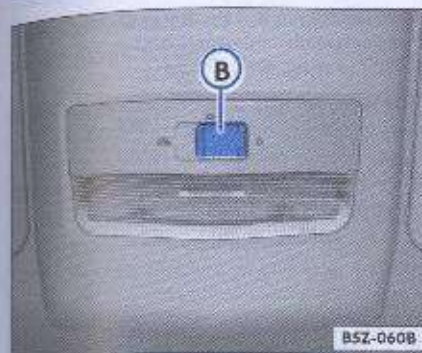
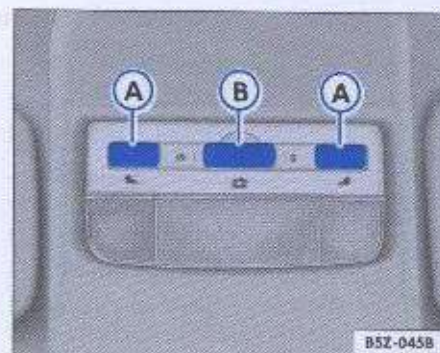

Fig. 68 Linterna interna simple
Fig. 69 Linterna interna con temporizador y luz de lectura
Posicione el interruptor ⑥ en la posición 0 → fig. 68 o → fig. 69 para apagar permanentemente la luz interna.
Posicione el interruptor ⑥ en la posición ☼ → fig. 68 o → fig. 69 para mantener las luces internas permanentemente encendidas.
Posicione el interruptor ⑥ en la posición ☼ → fig. 68 o → fig. 69 para que la luz interna se encienda siempre que es abierta la puerta del conductor. Para algunas versiones, también en las demás puertas.
En las linternas con temporizador → fig. 69, la luz permanecerá encendida por 10 segundos, después que se destraba el vehículo por medio del mando a distancia, que la puerta es cerrada y al removerse la llave del contacto. Al trabarse el
Presione el interruptor → fig. 69 ① para encender la luz de lectura del lado del conductor o del lado del pasajero del asiento delantero.